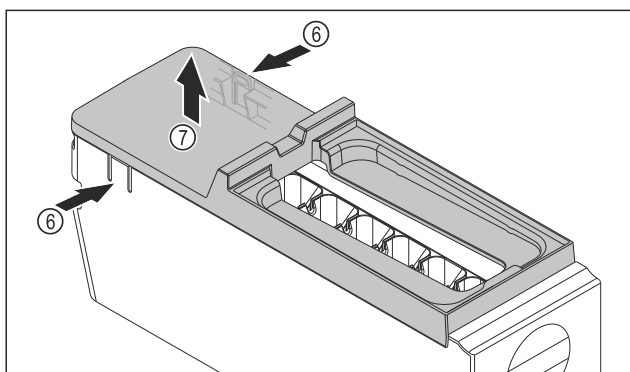

Fig. 112
- ▶ Rimuovere la copertura del corpo dell'EasyTwist-Ice: Con una mano, premere le linguette Fig. 112 (6) su entrambi i lati del corpo dell'EasyTwist-Ice.
- ▶ Con l'altra mano, estrarre verso l'alto la copertura Fig. 112 (7).